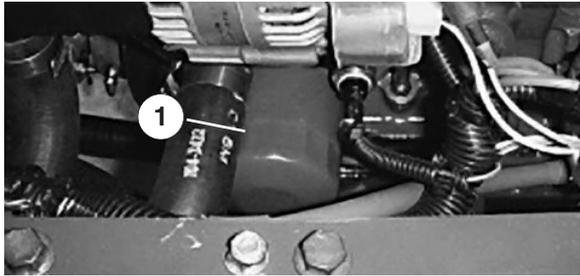

Figure 26
5. Déposez et remplacez le filtre à huile (Fig. 26).